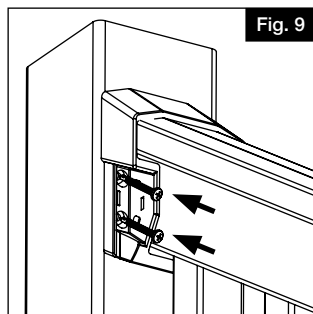

Fig. 9
Añada dos cubiertas de tornillo en los soportes inferior y superior y dos tapones de tornillo en cada soporte de travesaño superior (Fig. 9).
Taladre los agujeros del soporte con una broca de $\frac{1}{8}$ " (Fig. 9).
- Introduzca tornillos cuadrados autorroscantes #10 de $1\frac{1}{2}$ " a través de los soportes en el poste (4 por soporte) (Fig. 9).